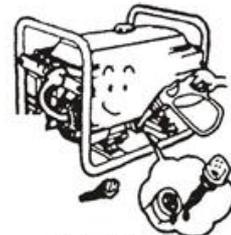

Рис. 12
3.1.4 Закрутить назад ковпачок масляного патрубку та затягніть його добре (Рис. 12).